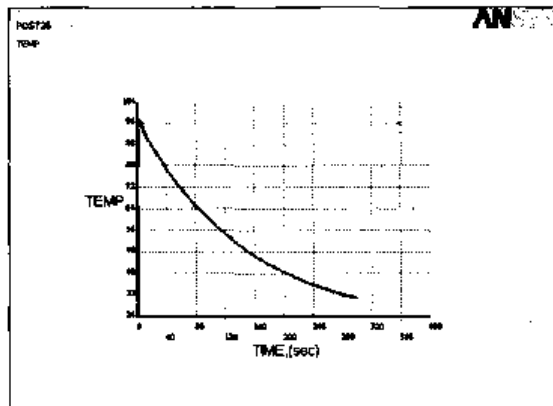

图 13-126 B 点温度随时间的变化关系曲线
(24) 选择 Main Menu | TimeHist Postpro | Graph Variables 命令, 出现 Graph Time-History Variables 对话框, 在文本框中输入 3, 单击 OK 按钮, ANSYS 显示窗口显示 B 点温度随时间的变化关系曲线图, 如图 13-126 所示。